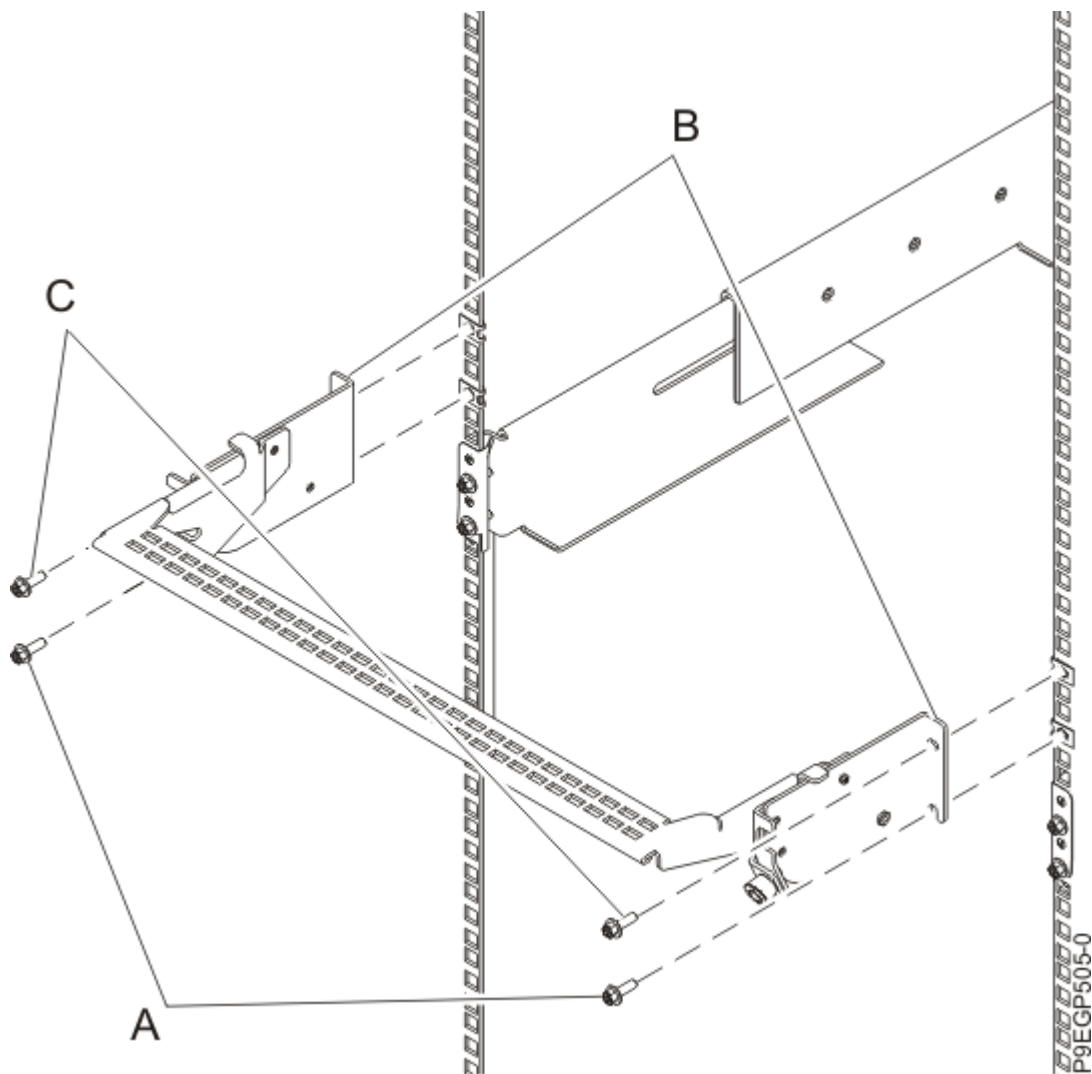

図 11. ケーブル管理ブラケットの取り付け
- a. ラックの背面で、2 本の M5 ねじ **(A)** を、ナット・クリップが取り付けられているドロワー・レール・クランプの真上に軽く締めます。この 2 本のねじは、ケーブル管理ブラケットをラックに対して支える底部のねじになります。15 ページの図 11 を参照してください。
- c. 15 ページの図 11 に示すように、ブラケットの取り付けフランジ **(B)** がラック・フランジの上部の穴の位置と合うようにブラケットを位置合わせします。